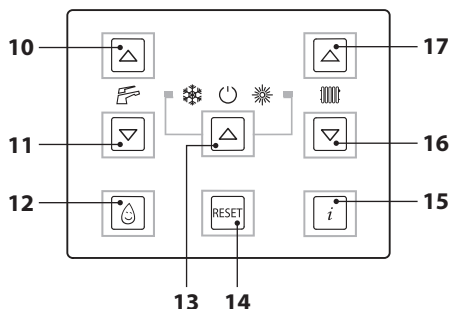

Рисунок 2.5
- Держать нажатой в течение 2 сек. кнопку 13, пока на дисплее не появится символ  (Рисунок 2.5).
Регулировать температуру воды для отопления можно посредством кнопок 16 (уменьшение) и 17 (увеличение), см. (Рисунок 2.5), начиная с минимум 38°C и до мак-
В любом случае, если комнатная температура слишком низкая или слишком высокая, можно увеличить или уменьшить температуру отопления на  $\pm 15$  °C при помощи кнопок 16 (уменьшение) и 17 (увеличение), см. (Рисунок 2.5).
Регулировать температуру воды в системе горячего водоснабжения можно при помощи кнопок 10 (увеличение) и 11 (уменьшение), см. (Рисунок 2.5), начиная с минимум 35 °C и до максимум 60 °C. При нажатии одной из двух кнопок на дисплей выводится установленное значение, при повторном нажатии можно его изменять.